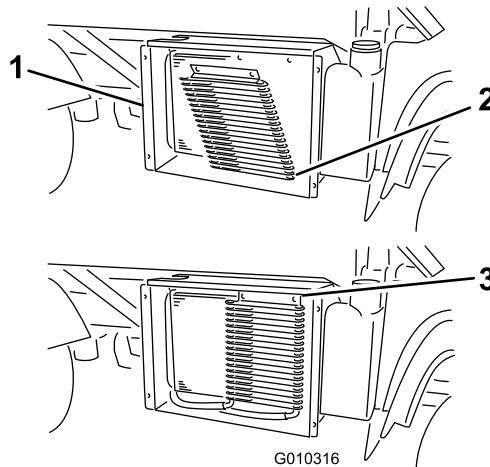

图51
6. 如配备请旋转门锁并转动油冷却器使其远离散热器图 51。